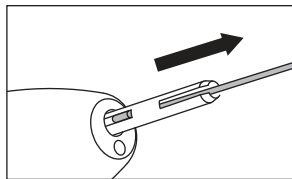

Рис. 3
- 2) Вставьте инструмент для извлечения ограничителя бора в цангу, расположите инструмент в прорези ограничителя и вытащите его. (Рис.3)